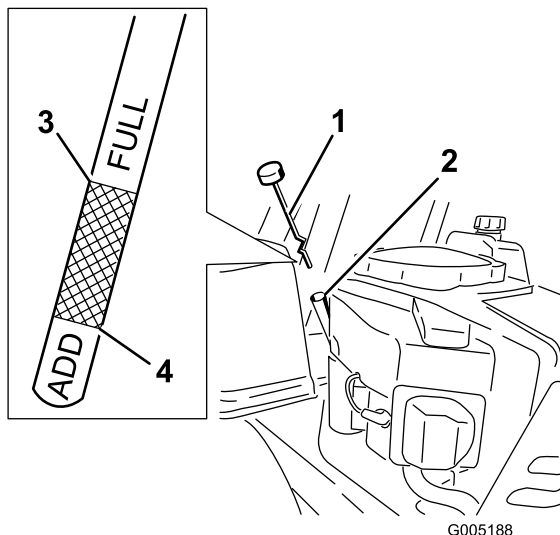

Figure 29
4. Enlevez le bouchon de remplissage/la jauge de niveau d'huile et essuyez-la sur un chiffon. Remettez la jauge en place en l'enfonçant au maximum (Figure 29).
5. Sortez de nouveau la jauge et vérifiez le niveau d'huile. (Figure 29).
8. Enlevez le bouchon de remplissage/la jauge (Figure 29).
14. Versez avec précaution environ 80% de la quantité d'huile spécifiée dans le goulot de remplissage (Figure 29)
15. Remettez le bouchon de remplissage/la jauge en place (Figure 29).
16. Vérifiez le niveau d'huile (Figure 29) (voir Contrôle du niveau d'huile).
18. Remettez le bouchon de remplissage/la jauge et serrez à fond (Figure 29).